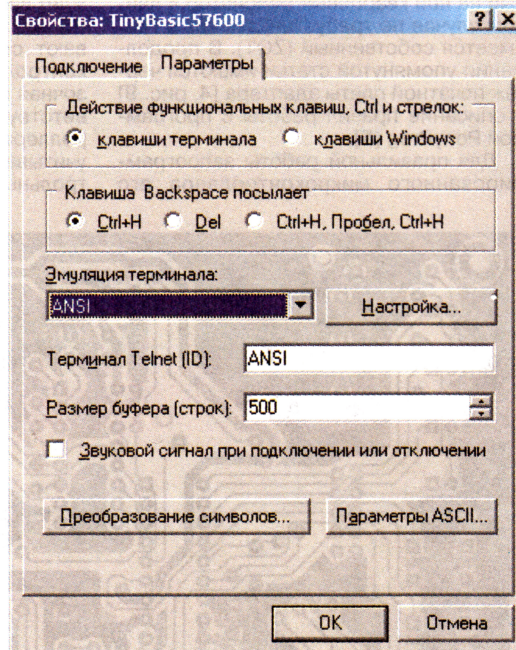
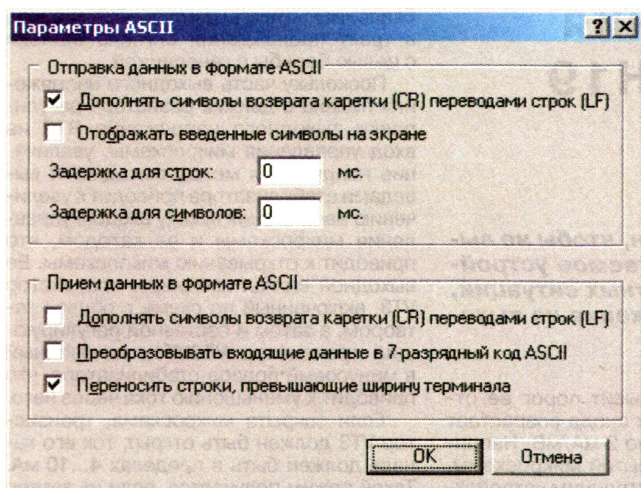
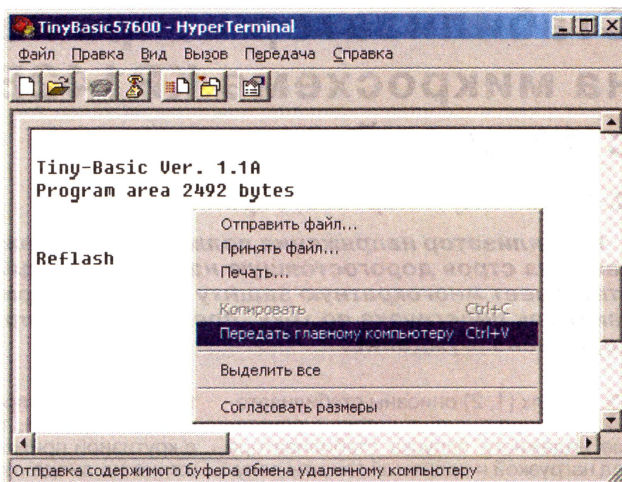
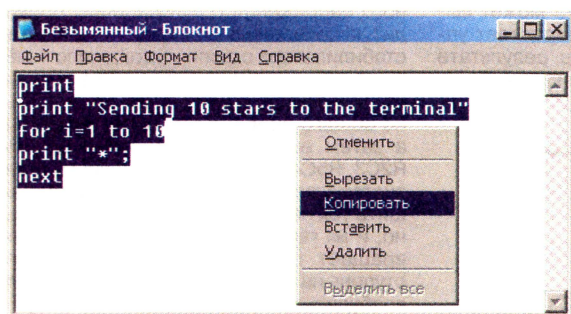

Рис. 7
Рис. 8
Рис. 10
Рис. 9
вались программой PonyProg <<http://www.lancos.com/prog.html>> и адаптером, схема которого находится по адресу <<http://www.lancos.com/e2p/avrisp-siprog.gif>>. Аналогичную схему можно найти в [3, рис. 8]. Изображенный на ней кварцевый резонатор в данном случае не требуется, так как в ПБК имеется собственный (ZQ1). В продолжении упомянутой статьи имеются чертеж печатной платы адаптера [4, рис. 9] и описание правил работы с программой PonyProg [5].
Далее нужно открыть в окне терминала пункт меню **Файл→Свойства** и на закладке "Параметры" (рис. 7) установить эмулятор терминала ANSI или ANSIW, что позволит управлять цветом символов и позиционировать курсор. Нажав на экранную кнопку "Параметры ASCII", проверьте в открывшемся окне (рис. 8) наличие "галочки" у пункта "Дополнять символы возврата каретки (CR) символами перевода строк (LF)" в поле "Отправка данных в формате ASCII" и при необходимости поставьте ее.
Рассмотрим пример работы с контроллером и консолью. Набрав в любом текстовом редакторе текст программы, скопируйте его в стандартный буфер обмена Windows (рис. 9). Далее нажмите на кнопку SB5 контроллера и не позже, чем через 1 с, — клавишу "Пробел" компьютера. ПБК перейдет в режим ожидания ввода программы (рис. 10).